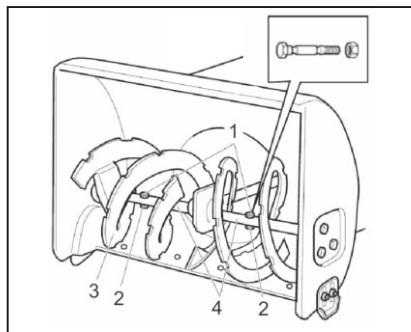

Рис. 28
11.10. Замена срезных болтов (рис. 28)